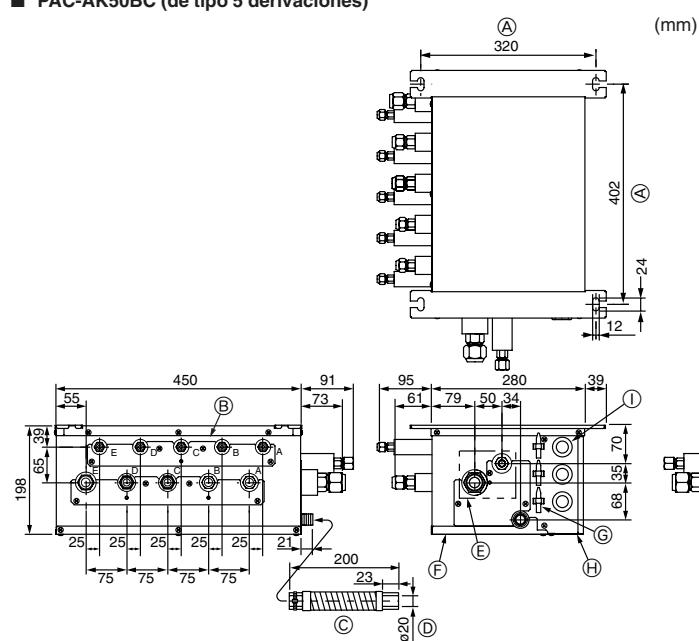

Fig. 4-2
#### ■ PAC-AK50BC (Fig. 4-2)
- (1) Instale los pernos de suspensión (adquiridos localmente) con la separación especificada (Fig. 4-2, 4-3).